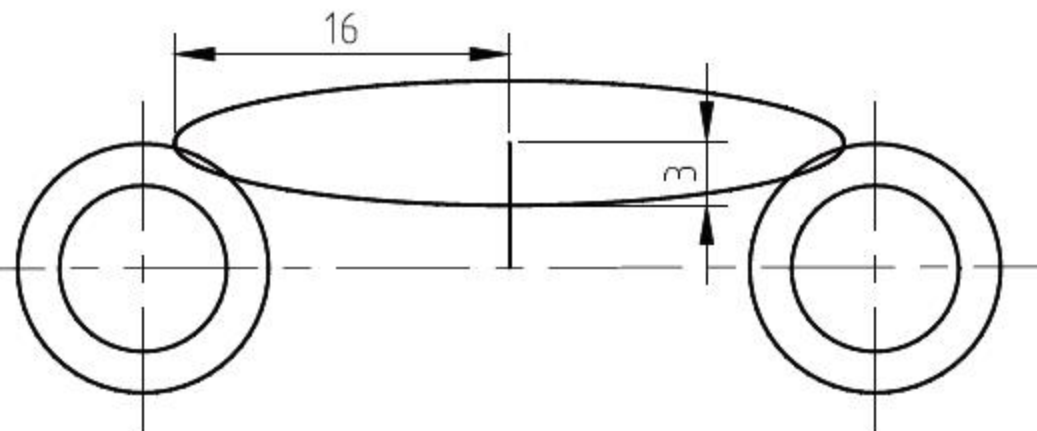

图3-86 绘制椭圆
**04** 单击【绘图】面板中的【椭圆】按钮, 以中心点的方式绘制椭圆, 选择刚绘制直线的上端点为圆心, 然后绘制一长半轴长度为16、短轴长度为3的椭圆, 如图3-86所示。命令行操作如下。